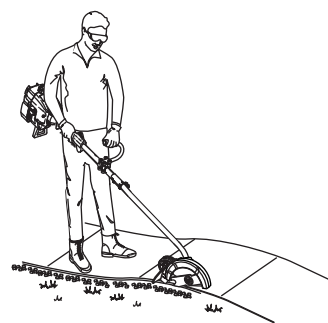

Fig. 4
- Tenez-vous droit dans la position d'utilisation (Fig. 4).